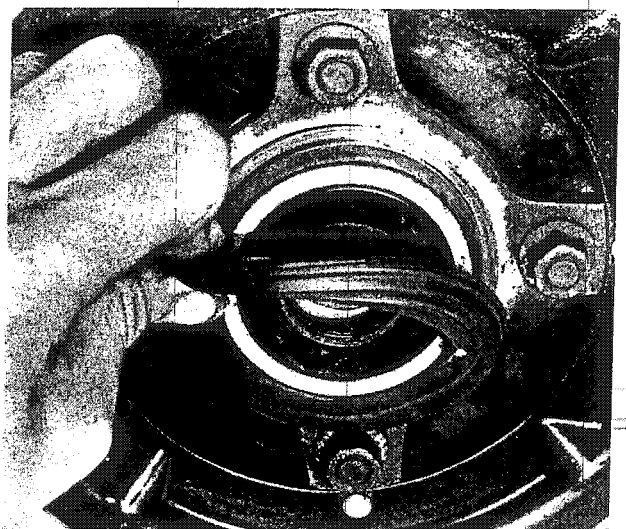
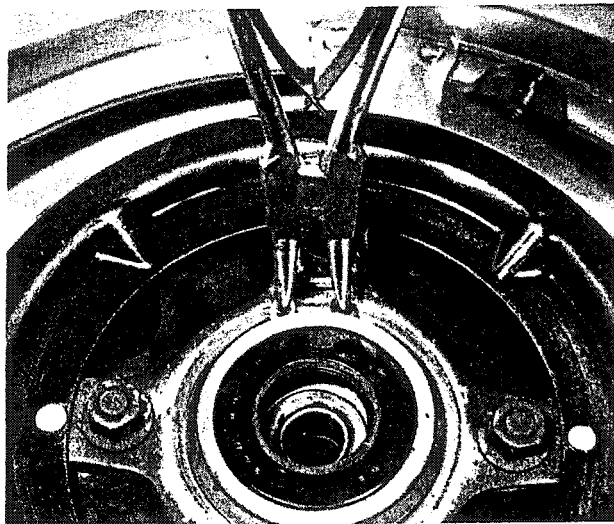
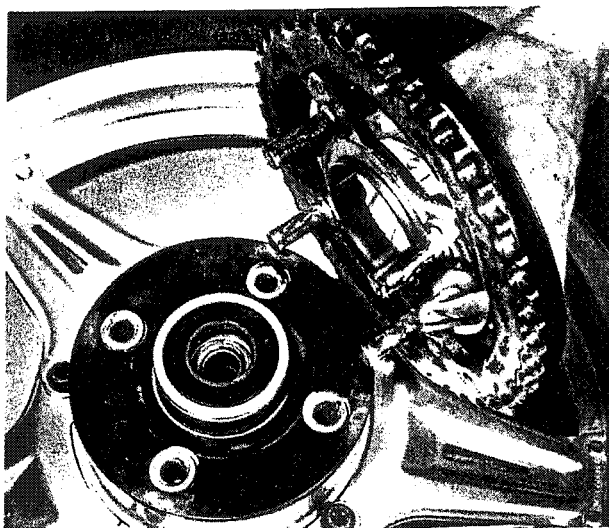

Bild 265
Bild 266
Bild 267
- Den Gummiring über dem Sicherungsring abhebeln (Bild 265) und den Sicherungsring entfernen (Bild 266), dann kann der Zahnkranz zusammen mit den vier Mitnehmerbolzen von der Nabe abgehoben werden (Bild 267).